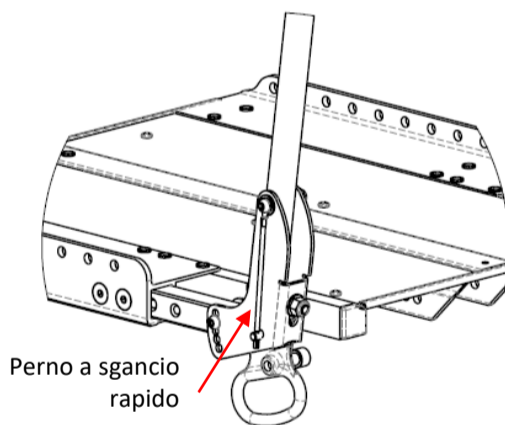

Fig. 15.27 Schienale abbattibile
2. Sganciare i perni tirando le due leve poste alla base dei tubi schienale fino a che essi non siano più collegati alla staffa (Fig. 15.27)